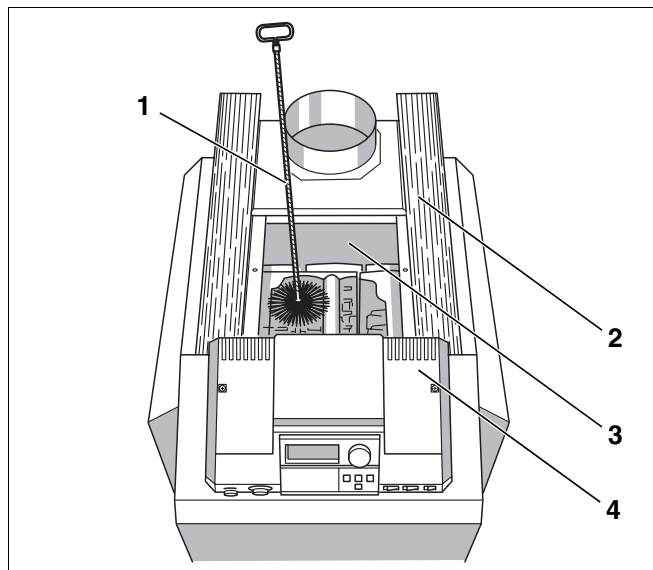

Fig. 41 Curățirea traseelor gazelor de evacuare
- Dați la o parte (Fig. 41, **Poz. 2**) izolația termică.
- Îndepărtați capacul de curățare (Fig. 41, **Poz. 3**) acumulatorul de gaze de evacuare.
- Periați traseele gazelor (Fig. 41, **Poz. 1**) cu o perie de curățare.
- Dați la o parte izolația (Fig. 41, **Poz. 2**) termică.
- Îndepărtați capacul de curățare de la colectorul (Fig. 41, **Poz. 3**) gazelor de evacuare.